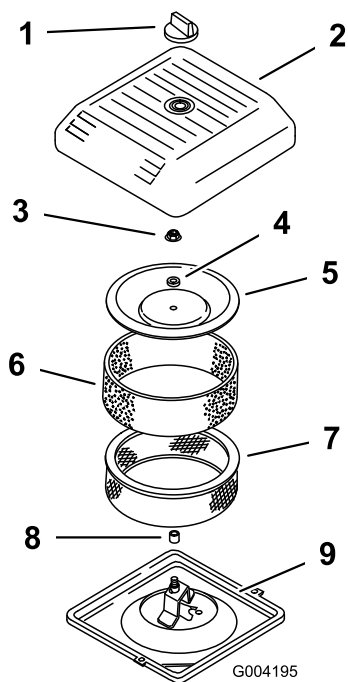

Figura 155
3. Răsucii butonul și scoateți capacul filtrului de aer (Figura 155).
- Glisai cu grijă prefiltrul din spumă de pe elementul din hârtie (Figura 155).
- Deurubai piulia capacului i îndepărtați capacul, distanțierul i filtrul din hârtie (Figura 155).